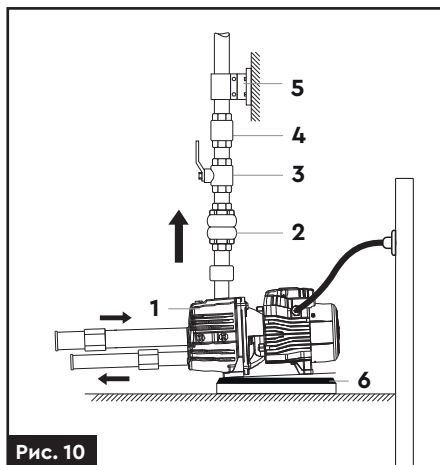

Рис. 10
- На вихідному напірному трубопроводі рекомендуємо встановити зворотний клапан **(4) (рис. 10)**.
- Для зниження вібраційного шуму, з'єднання з жорсткими трубопроводами треба здійснювати за допомогою компенсаторів **(2) (рис. 10)** або гнучких труб.
- Для зниження шуму рекомендується встановити на напірному трубопроводі опору **(5) (рис. 10)**.
- При стаціонарному використанні насоса, рекомендується закріпити його на опорній поверхні з використанням гумових прокладок **(6) (рис. 10)** або інших антивібраційних матеріалів.